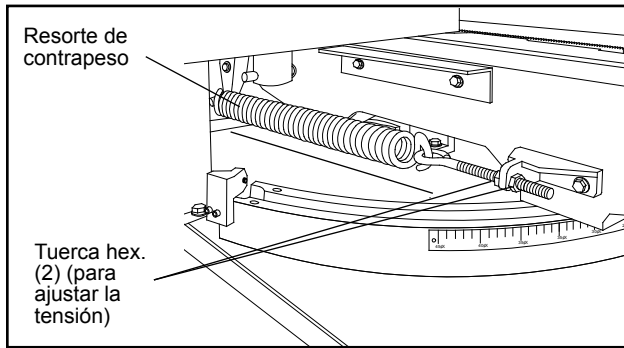

Figura 18: Ajuste del resorte de contrapeso
1. Levante el brazo de la sierra a su posición vertical máxima y asegúrelo en esa posición (vea la Figura 18).